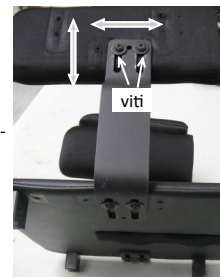

fig. 15.3: Regolazione staffa
B) spostamento del contenitore lungo la staffa (fig. 15.3)
◆ Regolazione altezza (fig. 15.3)